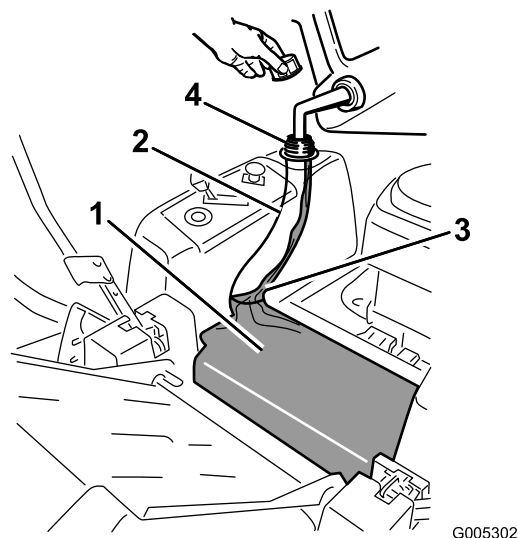

Figure 10
3. Ajoutez de l'essence ordinaire sans plomb jusqu'à ce que le réservoir soit plein, mais sans faire monter l'essence dans le goulot (Figure 10). L'espace au-dessus doit rester vide pour permettre à l'essence de se dilater. Ne remplissez pas le réservoir complètement.